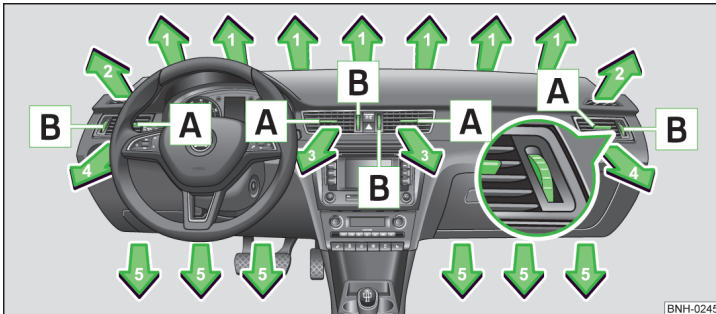

Abb. 80 Luftaustrittsdüsen
Bei den Luftaustrittsdüsen **3** und **4** » Abb. 80 kann die Luftstromrichtung geändert und die Düsen können auch einzeln geschlossen und geöffnet werden.
- Die waagerechten Lamellen mithilfe des verschiebbaren Verstellelements **A** » Abb. 80 nach oben oder unten drehen, um die Höhe der Luftströmung zu ändern.
- Den Regler **B** » Abb. 80 nach oben oder unten drehen.